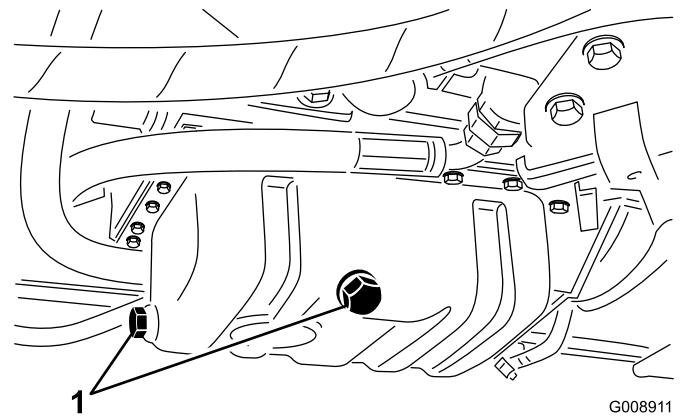

Bild 55
1. Entfernen Sie die Ablassschraube (**Bild 55**) und lassen Sie das Öl in die Auffangwanne ab.